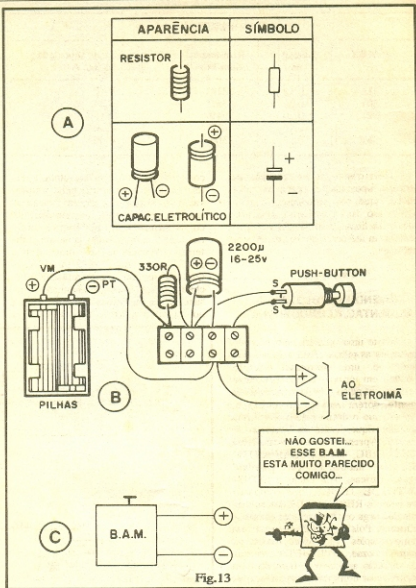

Fig.13
- FIG. 13-A - Principais componentes da mini-montagem, em aparência e símbolo. O valor do resistor deve ser lido com o auxílio do CÓDIGO DE CORES, visto na "Aula" nº 1 do ABC. A polaridade do capacitor eletrolítico deve ser reconhecida e respeitada, qualquer que seja o "modelo" da peça utilizada (em dúvida, ver a "Aula" nº 2 do ABC...).
- FIG. 13-B - "Chapeado" da montagem do B.A.M. (apelido do Bloco de Alimentação Muquirana...). Atenção à polaridade do capacitor eletrolítico e das pilhas, bem como à polaridade dos terminais de saída (convém, como é norma, usar fio **vermelho** para o positivo e preto para o negativo, embora, no caso das atuais experiências, a polaridade de saída não tenha tanta importância...).
- FIG. 13-C - Diagrama de bloco do B.A.M., que será utilizado nas ilustrações da presente "Lição", daqui para frente. É bom que o Leitor/Aluno vá se acostumando com os diagramas de bloco, que constituem recurso pictográfico muito válido e utilizado nas explicações e detalhamento técnicos de circuitos, aplicações, aparelhos ou funções... Fica claro, no diagrama, que temos dois fios de saída (+) e (-) e mais um "botão de acionamento", esboçado sobre a "caixa branca" do B.A.M.